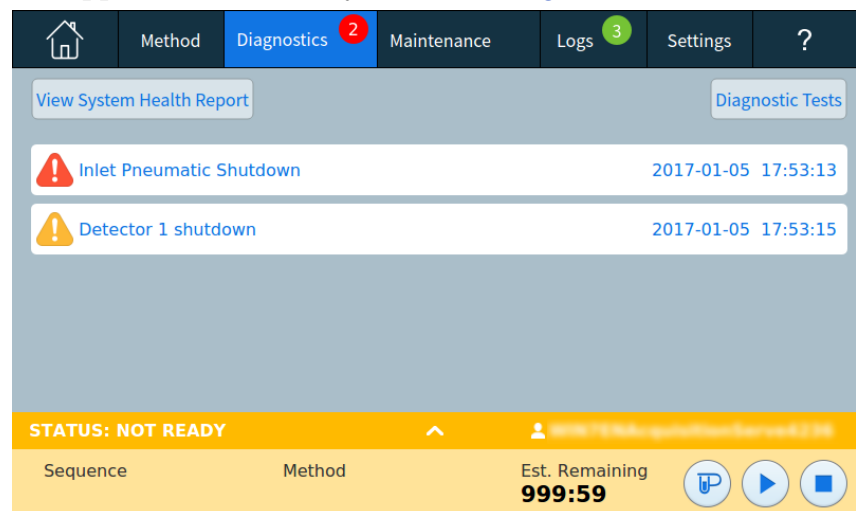

Figure 23 Vue Diagnostics
De plus, la vue fournit une liste de toutes les alertes en cours et du rapport sur l'état du système. Voir Figure 23.
- 1 Sur l'écran tactile, appuyez sur **Diagnostics**. La vue Diagnostics apparaît. Voir Figure 23. La vue fournit une liste de toutes les alertes en cours.